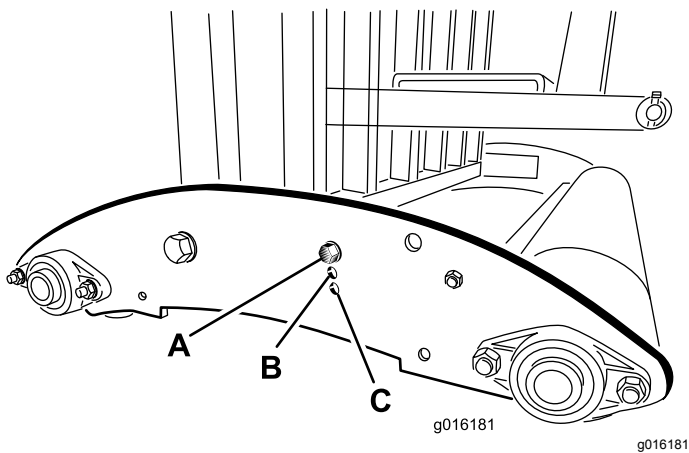

Figura 32
**Nota:** En los modelos SR54-S y SR70-S, monte los extremos de los tubos en los taladros de montaje inferiores de las chapas laterales si la profundidad del aireador está en la Posición A (Figura 32). Utilice los taladros de montaje superiores si la profundidad está ajustada a las posiciones B o C.